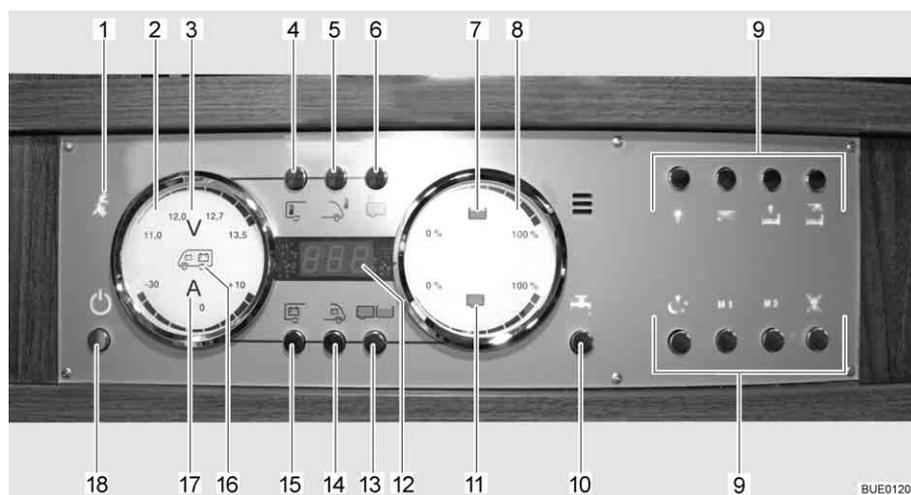

Fig. 136 Panel LT 510
Se enciende la luz de control de 230 V (Fig. 136,1) cuando hay tensión de red en la entrada del bloque eléctrico.
El interruptor principal de 12 V (Fig. 136,18) conecta y desconecta el panel y la alimentación de 12 V del habitáculo.
- Pulsar la tecla de la alimentación de 12 V (Fig. 136,18) brevemente. La alimentación de 12 V del habitáculo está conectada. La visualización de control "12 V" está encendida.
- ▷ En caso de que después de la conexión parpadeen tanto el LED "11,0" de la visualización de voltios así como el símbolo Voltios "V" (Fig. 136,3) en el instrumento indicador Baterías (Fig. 136,2), será demasiado baja la tensión de la batería del habitáculo. Cargar la batería.
- ▷ En caso de que después de la conexión parpadeen tres veces la visualización de control 12 V y el símbolo Voltios V (Fig. 136,3), estará activada la separación de batería. Desactivar la separación de batería.
- Pulsar la tecla de la alimentación de 12 V (Fig. 136,18) brevemente. La alimentación de 12 V del habitáculo está desconectada. La visualización de control "Alimentación de 12 V" se apagará.
- Pulsar la tecla Batería del habitáculo (Fig. 136,15) y mantenerla pulsada aprox. 10 segundos. El símbolo Voltios "V" (Fig. 136,3) y la visualización de control "12 V" parpadearán tres veces. La batería del habitáculo está separada de la red de a bordo de 12 V.
- Pulsar la tecla de la alimentación de 12 V (Fig. 136,18) y mantenerla pulsada aprox. 5 segundos. El símbolo Voltios "V" (Fig. 136,3) y la visualización de control "12 V" parpadearán tres veces. La batería del habitáculo está conectada a la red de a bordo de 12 V. La visualización de control estará encendida durante aprox. 5 segundos.
- Pulsar la tecla Batería del habitáculo (Fig. 136,15). El símbolo Voltios "V" (Fig. 136,3) estará encendido. Según la carga o la descarga, el símbolo Amperios "A" (Fig. 136,17) estará encendido de color blanco o bien rojo. La tensión de la batería y la corriente de la batería del habitáculo son visualizadas a través de LEDs en el instrumento indicador.
- Pulsar la tecla Batería del motor de arranque (Fig. 136,14). El símbolo Voltios "V" (Fig. 136,3) estará encendido. La tensión de la batería del motor de arranque es visualizada a través de LEDs en el instrumento indicador.
- Pulsar la tecla Depósitos (Fig. 136,13). Los símbolos Depósito de agua (Fig. 136,7) y Depósito de aguas residuales (Fig. 136,11) estarán encendidos. Los niveles de llenado del depósito de agua (escala superior) y del depósito de aguas residuales (escala inferior) serán visualizados a través de LEDs en el instrumento indicador.
El símbolo Depósito de agua (Fig. 136,7) o el símbolo Depósito de aguas residuales (Fig. 136,11) parpadeará si el depósito de agua está vacío o el depósito de aguas residuales está lleno.
A través del visualizador digital (Fig. 136,12) es posible visualizar la temperatura interior y la temperatura exterior.
- Pulsar la tecla Temperatura interior (Fig. 136,4). Indica la temperatura interior.
- Pulsar la tecla Temperatura exterior (Fig. 136,5). Indica la temperatura exterior.